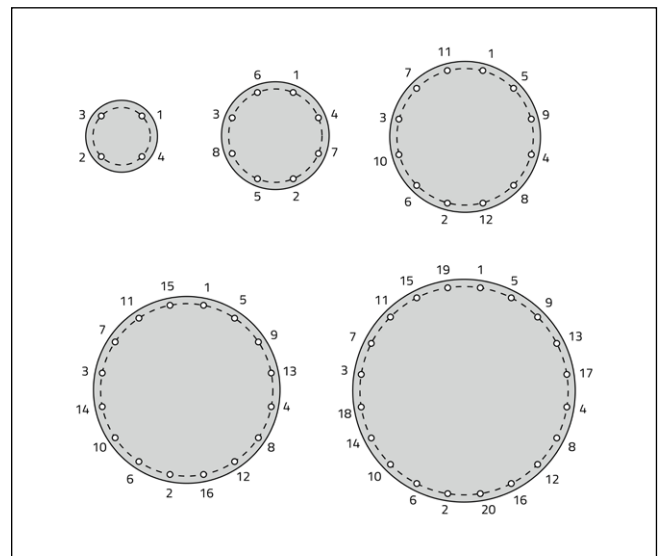

Рис. 45: Послідовність затягування
- За допомогою динамометричного ключа затягніть всі болти, дотримуючись належної послідовності затягування (рис. 45). Важливо затягувати болти в кілька етапів відповідно до специфікацій для комбінації фланець/прокладка.